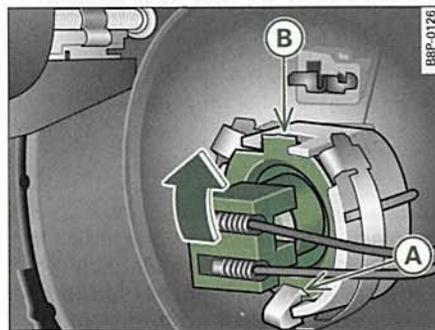

Fig. 250 Carcasa portalámpara: Colocar la lámpara
- Coloque la lámpara en la carcasa portalámpara empezando por abajo ⇒ *página 301*, fig. 250, en la posición **A**.
- Alce el conector de plástico en el sentido que indica la flecha ⇒ *página 301*, fig. 250 hasta que la lámpara encastre en el soporte. Si no lo consigue a la primera, corrija la posición de la lámpara de incandescencia.